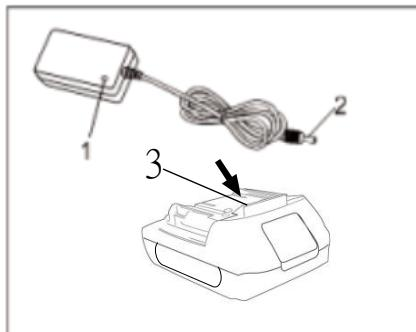

Рис.3
**ВНИМАНИЕ!** Убедитесь, что две направляющие (3) в корпусе аккумулятора совпали с направляющими (4) в рукоятке аккумуляторная дрель-шуруповёрт.
Включите зарядное устройство в сеть. Зеленый индикатор (2) загорится. ( Рис.3)